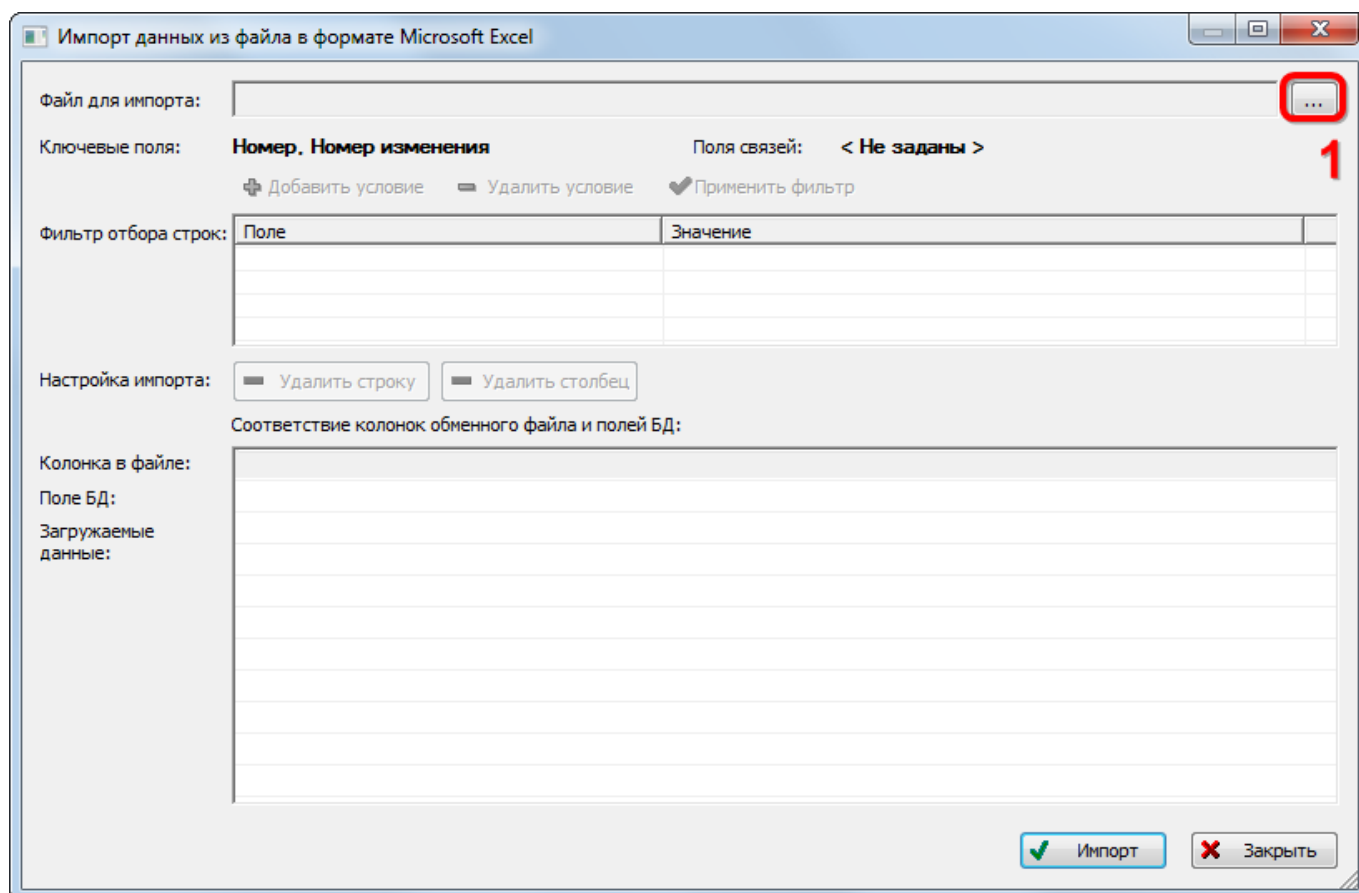

Рис. 14-28 – Окно импорта из файла Excel
3) В результате откроется окно «Импорт данных из файла в формате Microsoft Excel» (рис. 14-28). Описание назначения полей данного окна приведено в пункте 5.4.6 «Панель «Импорт/экспорт»», стр. 61.
4) Нажать кнопку «Выбрать файл на локальном диске»  (1 на рис. 14-28). Откроется стандартное диалоговое окно «Открыть» – выбрать нужный файл и нажать кнопку «Открыть».